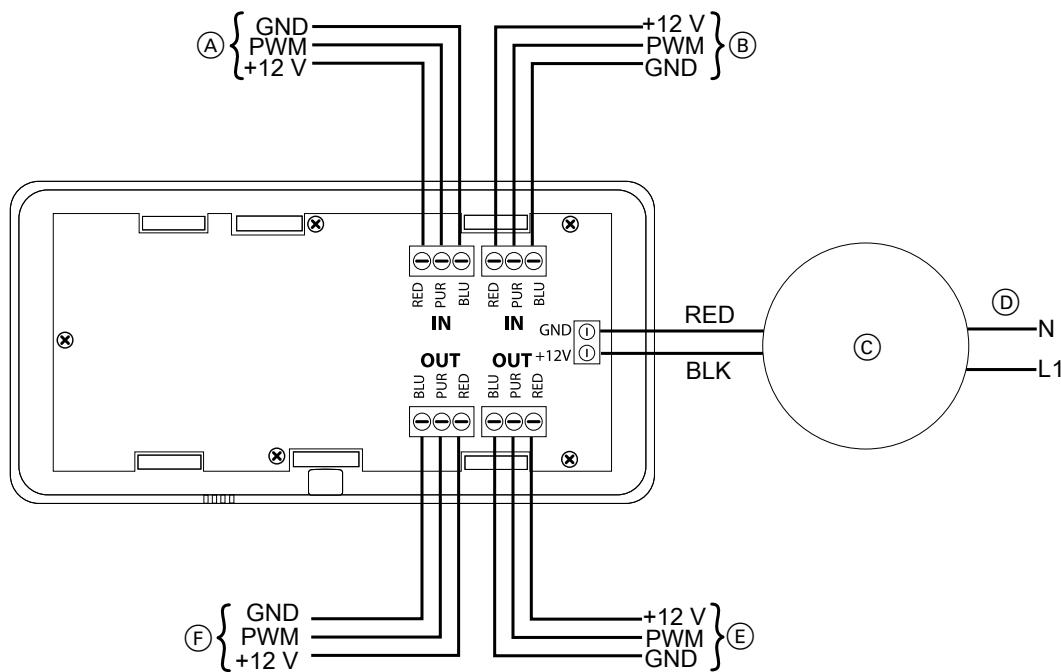

Abb. 16
- Ventilatoren der Lüftungsgeräte und Stromversorgung des Netzteils gemäß Abb. 16 anschließen.